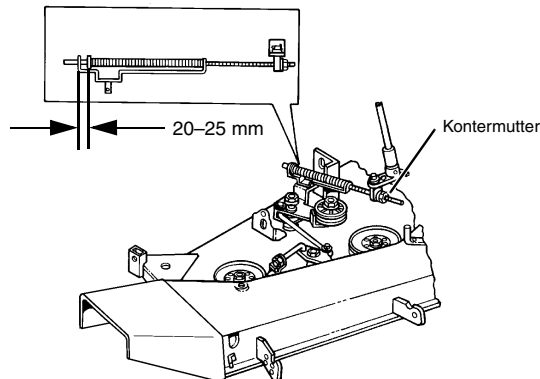

ABBILDUNG 24
- Abstand zwischen Halterung und Unterlegscheibe auf der Zugstange messen (siehe ABBILDUNG 24).
WICHTUNG: Nicht versuchen, Kontermutter (siehe ABBILDUNG 24) auf der Zugstange zu lösen, ohne mit einem geeigneten Schraubenschlüssel das Verbindungsteil zu stützen.